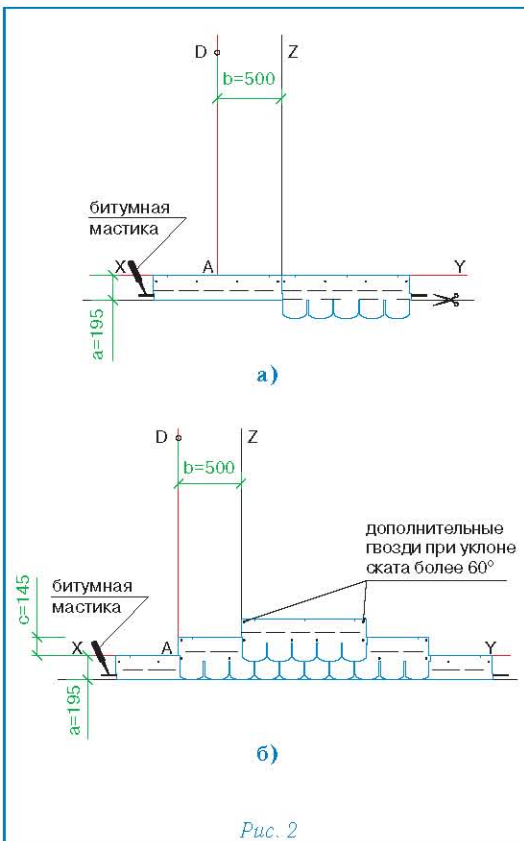

Рис. 2
Укладка материала (рис. 2)
- Начальный ряд формируется из листов черепицы ТРАДИШНЛ обрезанных по линии образованной конечными точками вырезов. Полученные таким образом полосы шириной 19,5 см укладываются по линии карниза в обе стороны от линии Z (рис. 2а) и фиксируются по нижнему краю битумной мастикой, а по верхней кромке 4 гвоздями (ось гвоздей на 5 см ниже верхнего края полосы);
- далее первый ряд черепицы укладывается от линии AD (рис. 2б);
- второй ряд укладывается от линии Z (со смещением 50 см от AD) (рис. 2б);